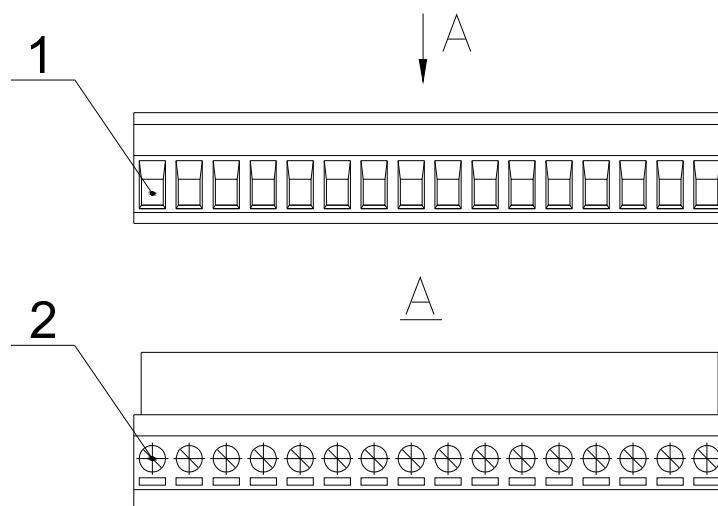

Рисунок 4 - Соединитель
6.4 Для подключения проводников к кабельной части соединителя необходимо отверткой соответствующего размера отвернуть винт 2 (рисунок 4). В открывшееся отверстие 1 ввести конец проводника и завернуть винт 2 до упора. Потянув проводник, проверить его крепление.